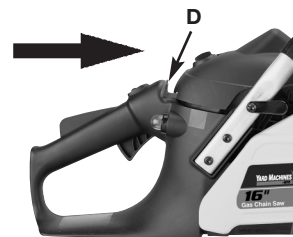

Fig. 9
9. Apriete el estrangulador (D) tanto como pueda (Fig. 9).
Realice el corte de talado (D) desde la otra parte del árbol y 3-5cm (1.5 - 2.0 pulgadas) arriba del borde de la ranura (C) (Fig. 9).